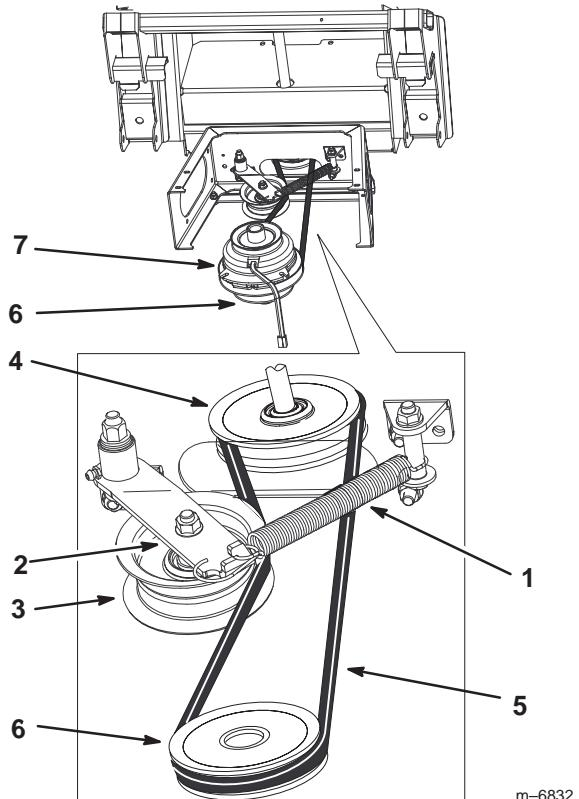

Figure 13
2. Installez la courroie du bac de ramassage sur la poulie d' entraînement d' embrayage (Fig. 13).
3. Faites passer la courroie du bac de ramassage autour de la poulie de tension (Fig. 13).
4. Faites passer la courroie du bac de ramassage par le trou dans le pare-chocs arrière (Fig. 13).
5. Faites passer la courroie du bac de ramassage autour de la poulie du bac de ramassage (Fig. 13).
6. Accrochez la boucle du ressort au crochet du bras de la poulie de tension (Fig. 13).